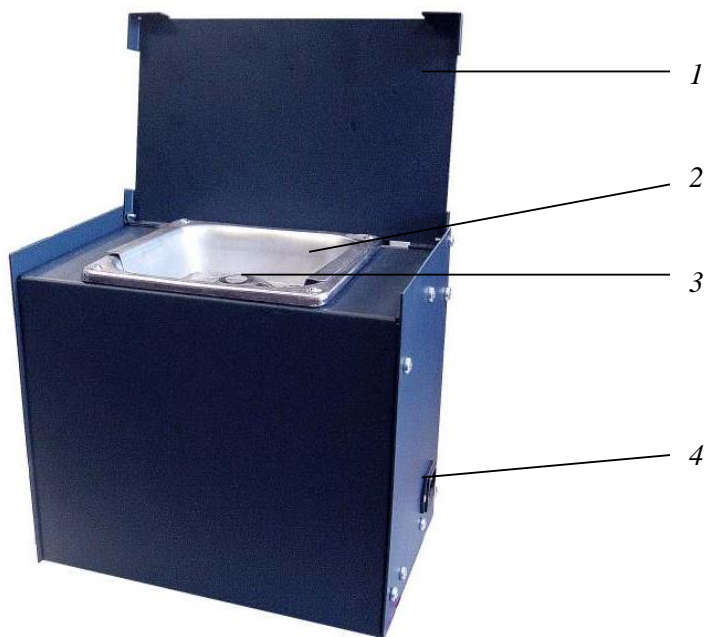

Рис. 2. УЗ – ванна: 1 – крышка; 2 – ванна; 3 – подставка для форсунок; 4 – разъем питания.
4.4.2. Состав УЗ ванны показан на рис. 2.